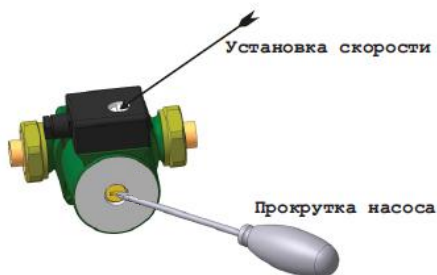

Рис. 24
8.4 В начале отопительного сезона перед запуском прибора необходимо проверить, не заблокирован ли вал циркуляционного насоса отложениями или накипью. Для этого снимите лицевую панель (2) рис. 1, предварительно отсоединив блок управления (3), в соответствие с п. 4.3, затем отвинтите защитный колпачок и поверните вал двигателя с помощью отвертки по стрелке (рис.24). Установите защитный колпачок на место. Первый пуск насоса проведите на максимальной скорости. Работа может быть выполнена без привлечения специалиста сервисного центра.